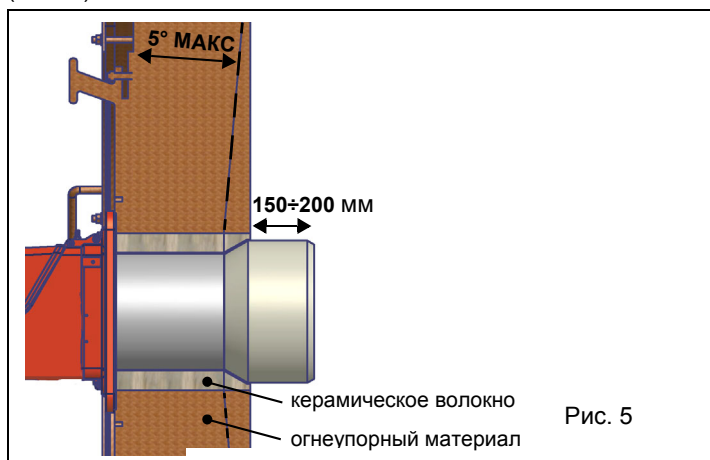
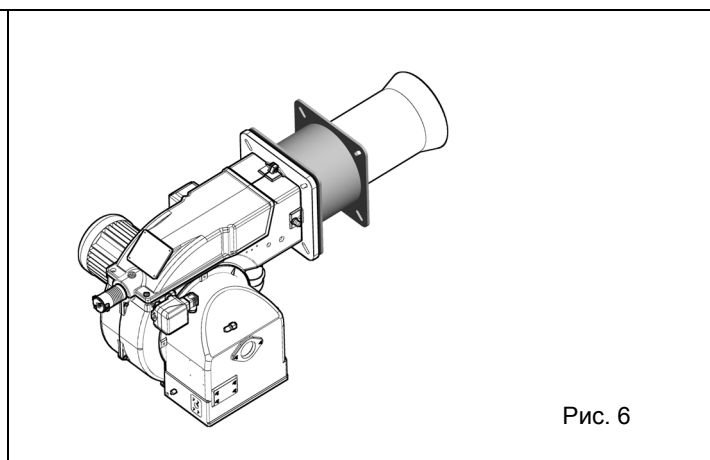
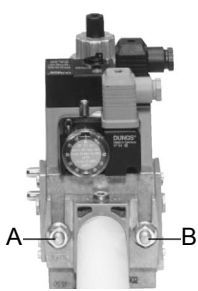

Рис. 5
Рис. 6
Рис. 7
Горелки, описанные в данной инструкции, испытывались на камерах сгорания, соответствующих норме EN676, размеры которых указаны на диаграммах. В случае, если горелка должна быть установлена на котел с камерой сгорания меньшего диаметра или меньшей длины, указанных на диаграмме, свяжитесь с заводом-изготовителем, чтобы установить возможность монтажа горелки на таком котле. Чтобы правильно установить горелку на котел, необходимо проверить тип сопла. Кроме того, проверить, что требуемая мощность и давление в камере сгорания попадают в рабочий диапазон. В противном случае необходимо проконсультироваться на Заводе-изготовителе для пересмотра выбора горелки. Для подбора длины сопла, необходимо воспользоваться следующим правилом, даже если оно расходится с рекомендациями производителя котельного оборудования. Трёхходовые котлы (с первым поворотом газов в задней части): сопло должно входить в камеру сгорания примерно на 150÷200 мм (Рис. 5). Длина сопел не всегда соответствует этому требованию, поэтому, возможно, потребуется применить распорную деталь подходящего размера, которая потребуется для того, чтобы отодвинуть горелку назад с тем, чтобы получить требуемый размер сопла (Рис. 6).
3. Затянуть винты A, B, C и D (Рис. 5 - Рис. 6), соблюдая дистанции монтажа (Рис. 7);